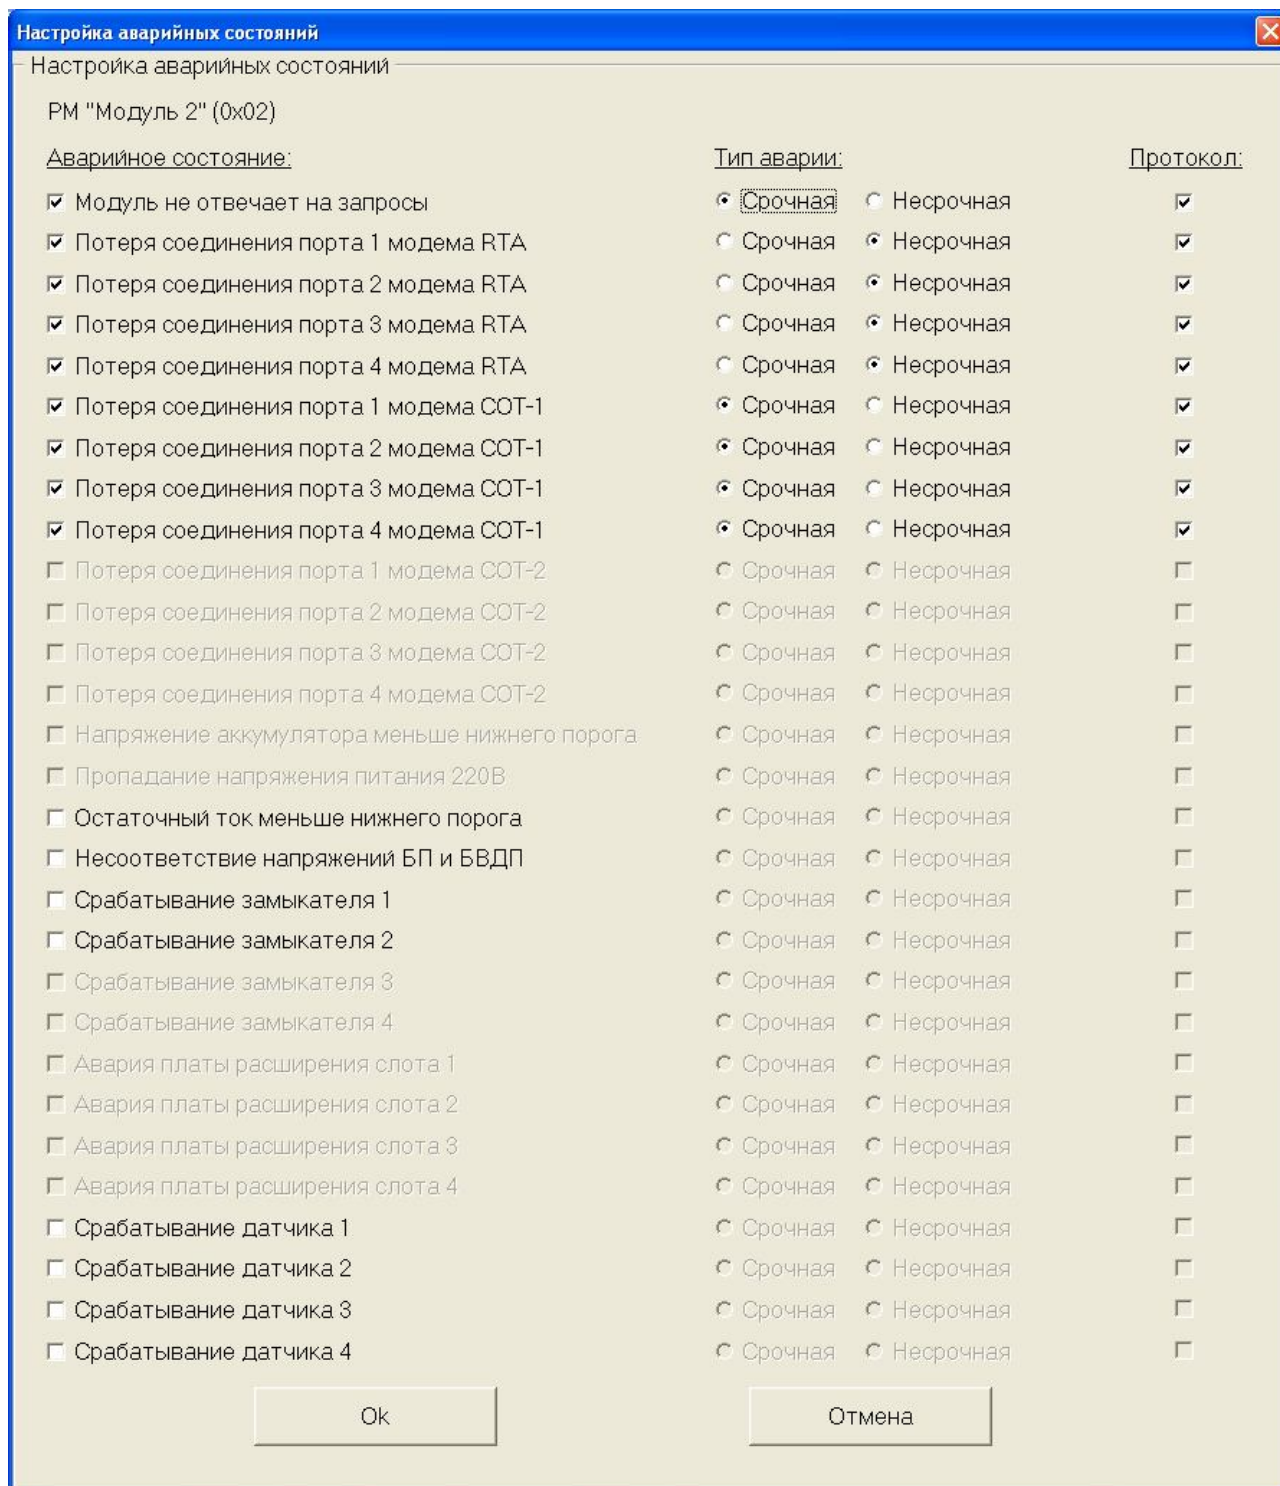

Рисунок 20
6.3 Модем SHDSL-QS-R, установленный в позицию “**MOD1**” на плате кросс 1 регенерационного модуля REG-F (см. рисунок 20), работает в режиме RTA.